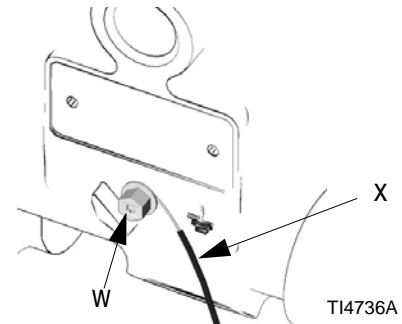

図 1: 接地線の接続
- ポンプ: 図 1. 接地ネジ (W) をゆるめます。最小断面積 12 AWG (1.5 mm²) の接地線 (X) の一方の終端を接地ネジの背部に挿入し、ネジをしっかり締めます。接地線のクランプ側を真のアースに接続します。接地線とクランプの注文するには、部品番号 222011 を注文してください。